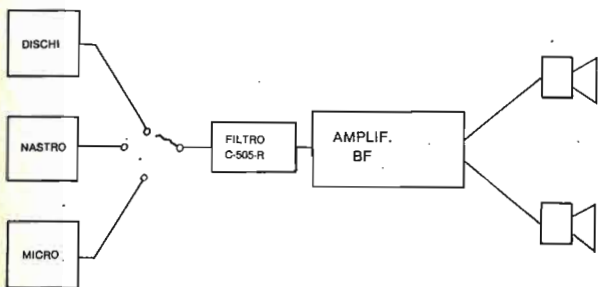

Fig. 4 - Schema d'inserzione del filtro «Audio interference» adatto per l'ingresso di amplificatori di fono riproduttori, HI-FI, Stereo e simili.
- 1) Ingressi da micro ecc. la Miller produce il filtro C-505-R «Audio interference input». S'installa secondo la Fig. 4.